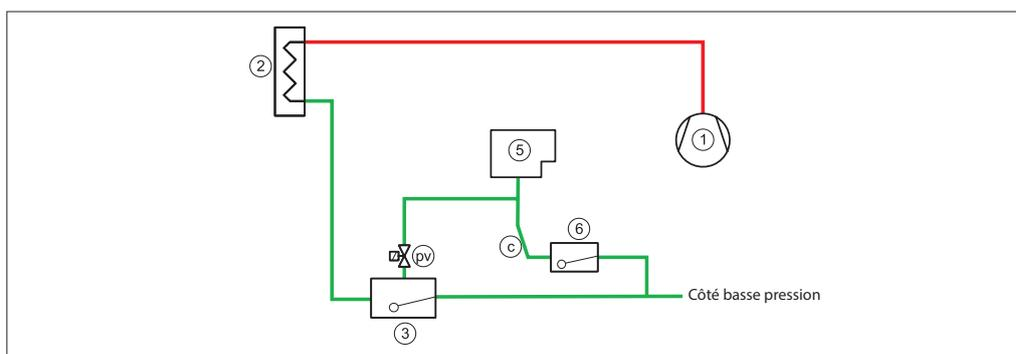

Fig. 8 Raccords de purge (pv). La canalisation de vidange (c) doit être en pente verticale/descendante
Pour les systèmes équipés d'un contrôleur de niveau de liquide haute pression, l'air s'accumule dans la vanne à flotteur (3). (Voir fig. 8.)